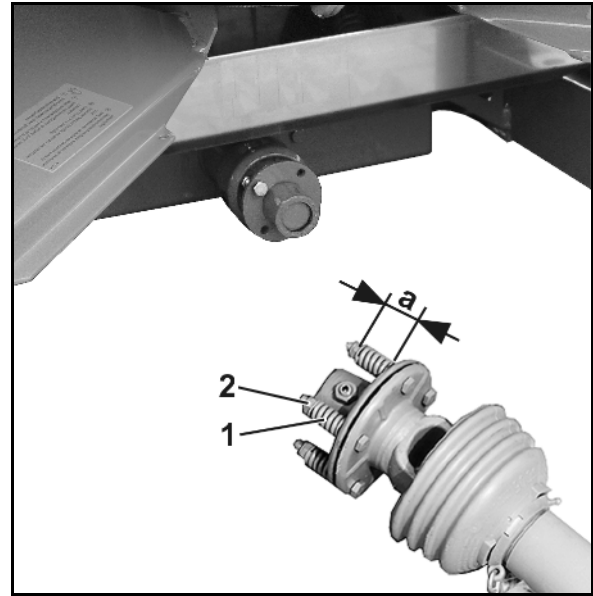

Fig. 97
3. Desenroscar el tornillo de purga (Fig. 97/1).